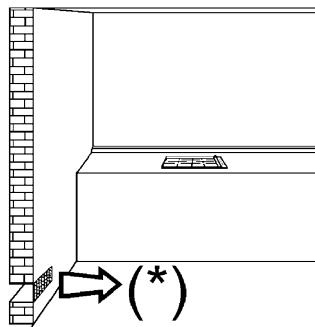
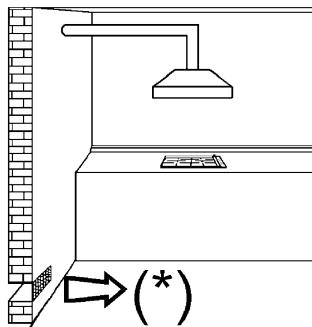
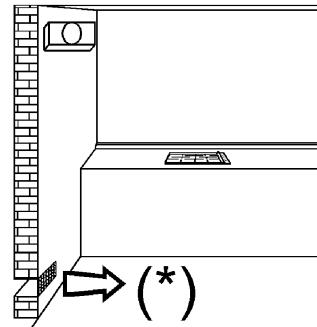

FIG. 3
FIG. 4
FIG. 5
- *l'utilisation d'un appareil de cuisson à gaz produit de la chaleur et de l'humidité dans le local où il est installé. Il faut donc assurer une bonne aération du local sans encombrer les ouvertures de ventilation naturelle (fig. 3) et activer le dispositif mécanique d'aération (hotte d'aspiration ou électro-ventilateur fig. 4 et fig. 5).*
Il est indispensable que la pièce où l'appareil est installé soit ventilée en permanence pour garantir un fonctionnement correct de ce dernier. La quantité d'air nécessaire est celle requise par une combustion de gaz normale et une ventilation de la pièce dont le volume ne pourra pas être inférieur à 20 m3. L'afflux naturel d'air doit se faire par voie directe à travers des ouvertures permanentes pratiquées dans les murs extérieurs de la pièce ayant une surface minimum de 100 cm2 (voir fig. 3). Ces ouvertures doivent être réalisées de manière à ce qu'on ne puisse pas les obstruer.
Les appareils de cuisson au gaz doivent toujours comporter une évacuation des produits de la combustion au moyen de hottes raccordées à des cheminées, à des conduits de fumée ou donnant directement sur l'extérieur (voir fig. 4). Au cas où il serait impossible d'installer une hotte, on tolère l'utilisation d'un ventilateur installé sur la fenêtre ou sur le mur extérieur, qu'il faudra mettre en fonction simultanément à l'appareil (voir fig. 5), à condition que les dispositions concernant la ventilation énumérées dans les normes en vigueur soient strictement respectées.